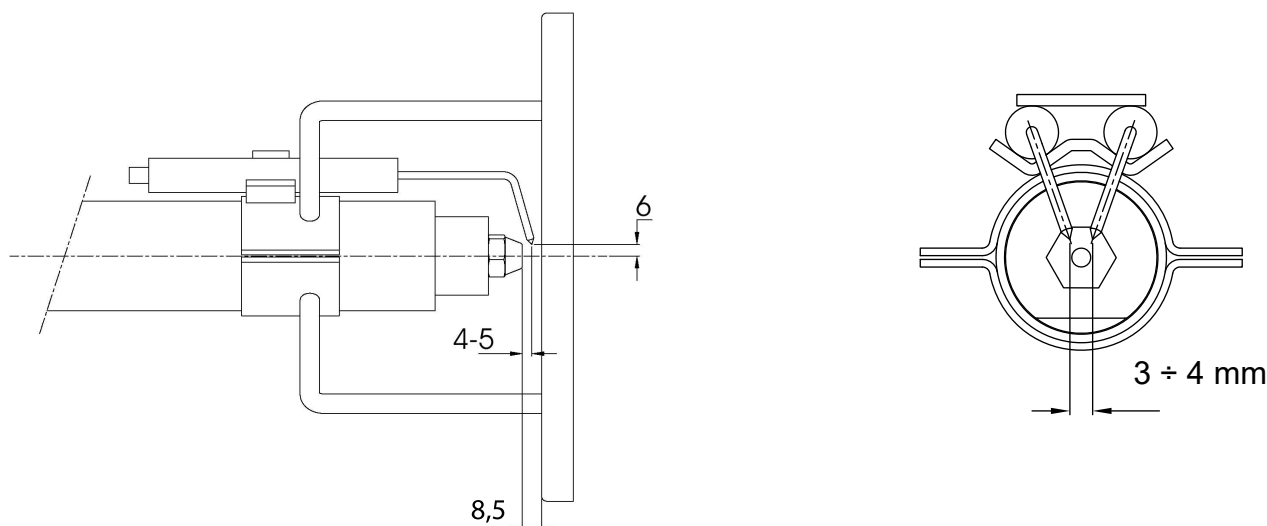

Рис. 17
В целях обеспечения хорошего процесса горения, необходимо, чтобы были выдержаны размеры, указанные в Рис. 17. Перед тем, как вновь устанавливать головку сгорания на место, необходимо убедиться в том, что стопорный винт группы электродов хорошо затянут.
- 5) вынуть электрод и заменить его, выдерживая размеры, указанные на Рис. 17.